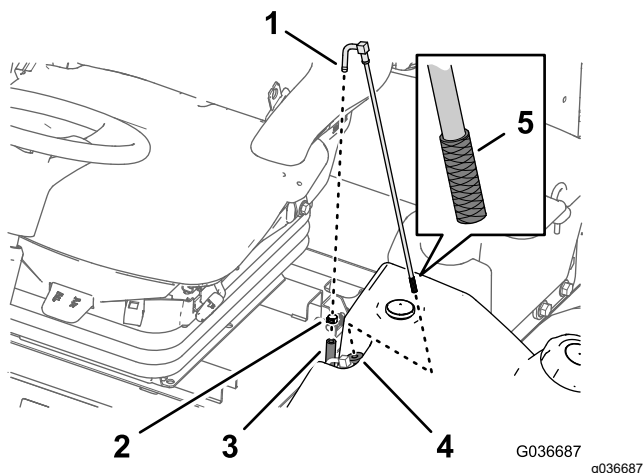

Figura 58
1. Rimuovete la fascetta stringitubo che fissa il flessibile di alimentazione del carburante al raccordo del tubo di adduzione del carburante (Figura 58).
2. Separate il flessibile dal raccordo (Figura 58).
3. Sollevate il tubo di adduzione del carburante dal serbatoio del carburante (Figura 58).
4. Pulite eventuali detriti dalla griglia all'estremità del tubo di adduzione del carburante (Figura 58).
5. Inserite il tubo di adduzione del carburante attraverso la boccia in gomma e nel serbatoio (Figura 58).